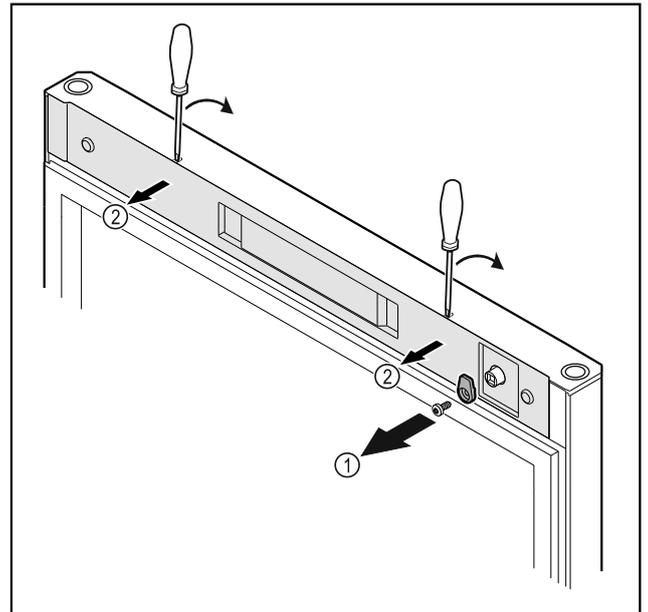

Fig. 18
- ▶ Открутите запорный крючок Fig. 18 (1).
- ▶ С помощью небольшой отвертки освободите крышку Fig. 18 (2) от фиксации и снимите ее.